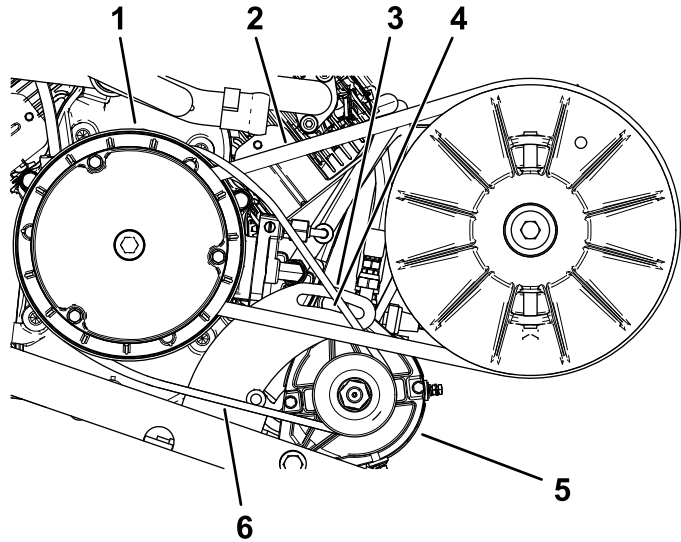

図 70
2. スタータジェネレータのピボットナットをゆるめる 図 70。
4. ボールを下に押し、スタータを下げる。ベルトを $44.5 \text{ N}\cdot\text{m} / 4.5 \text{ kg}\cdot\text{m} = 10 \text{ ft}\cdot\text{lb}$ の力で押し、その時のたわみが 6 mm になるようにスタータの位置を調整する 図 70。
5. ピボットナットを手締めし、ボールを取り外す 図 70。